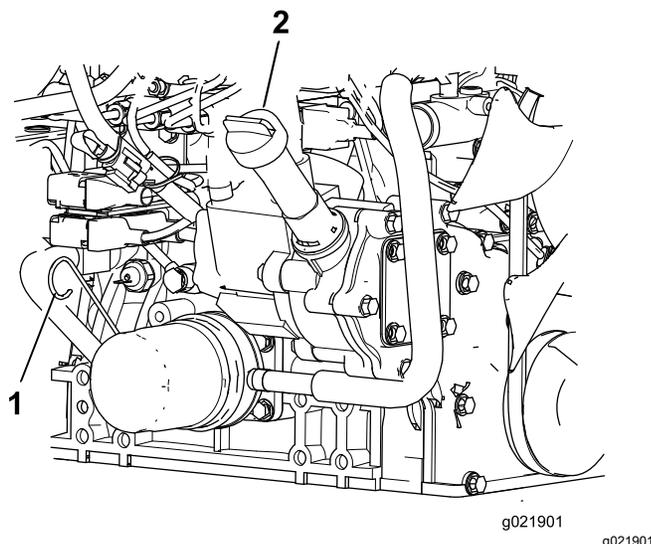

図 74
3. ディップスティックを抜き取り、付いているオイルをウェスで拭き、もう一度一杯に差し込んで抜きとる。FULL マークと ADD 図 74 マークの間であればよい。
4. オイルの量が少ない場合は、補給キャップを取り、FULL と ADD の間の位置までオイルを補給する 図 74。